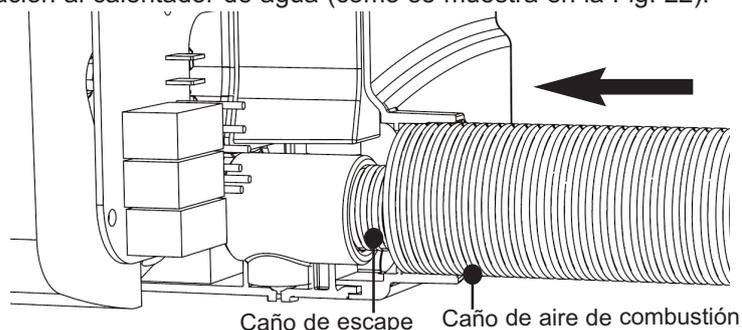

Fig. 22 Conexión del caño de aire de combustión
- ii. Colocar el caño del aire de combustión en el calentador de agua deslizándolo sobre el caño de escape y conectarlo a continuación al calentador de agua (como se muestra en la Fig. 22).